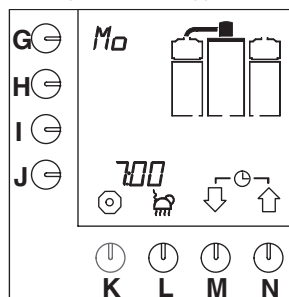

Fig. 13 Eksempel på aktuelle dato og klokkeslæt
- Aktuelle dato og tid vises et kort øjeblik i displayet (fig.13).
- Aktuelle dato og klokkeslæt vises i displayet (fig.13).
- Aktuelle dato og klokkeslæt vises et kort øjeblik i displayet (fig. 13).